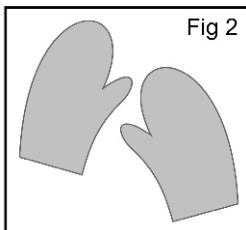

Fig 2
- Quando for manusear ou retirar recipientes com alimentos do forno, utilize luvas térmicas para evitar queimaduras. (Fig 2)